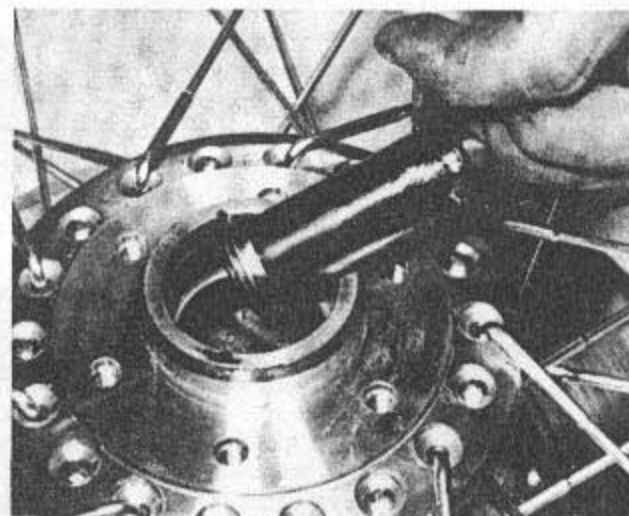

Bild 265
- Vor dem Wiedereinbau der Lager befülle man sie mit wasserbeständigem Wälzlagerfett. Die Nabe ist nicht mit Fett zu überfüllen, da es sich bei Erwärmung ausdehnen wird und über die Wellendichtringe den Weg nach aussen findet (was bei einer Trommelbremse verheerende Wirkung haben kann). Die Nabe sollte etwa zu $\frac{2}{3}$ mit Fett befüllt sein. Ein weicher Treibdorn wird auf den Aussenring des Lagers angesetzt und dieses eingetrieben (siehe auch Bild 265). Auf keinen Fall klopfe man auf den Innenlaufring, da sonst das Lager Schaden nimmt! Der Wellendichtring ist vorsichtig einzusetzen, vorzugsweise mit einem dickwandigen Rohrstück, welches etwa den gleichen Durchmesser wie der Wellendichtring aufweist. Eine grosse Stecknuss erweist sich ebenfalls als zweckmässig. Lager, welche mit integrierten Dichtringen versehen sind, müssen so eingebaut werden, dass die abgedichtete Seite nach aussen zeigt.